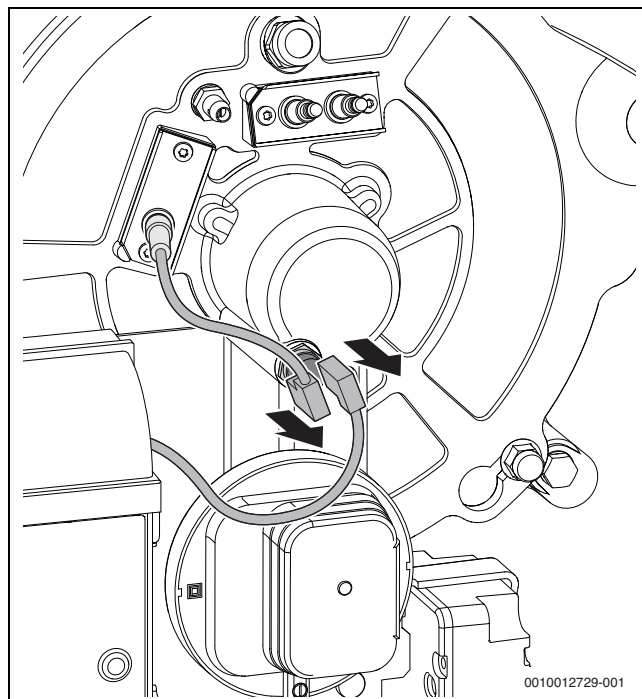

Bild 87 Stecker am Temperaturwächter abziehen
▶ Stecker am Temperaturwächter abziehen (→ Bild 87)